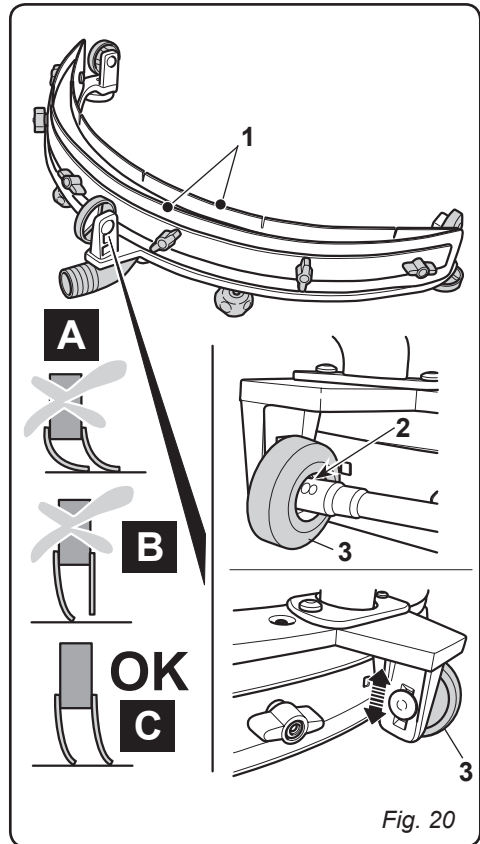

Fig. 20
11.1.g - Regolazione incidenza tergitorre (Fig. 20)
- Controllare l'incidenza delle gomme (1) sul pavimento.
- Per la regolazione allentare la vite (2) della ruota (3) e spostare, in senso verticale, la ruota sulla cava; sollevando la ruota aumenta l'incidenza, viceversa diminuisce.
11.1.h - Sostituzione fusibili (solo per versione CB) (Fig. 20)